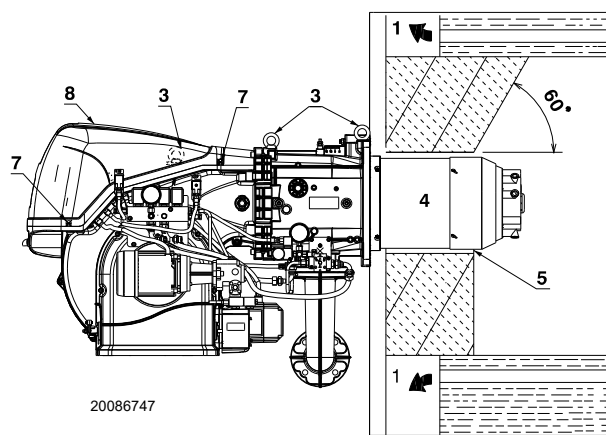

Fig. 15
Para calderas con paso de humos delantero 1)(Fig. 15) o con cámara de inversión de llama, colocar una protección de material refractario 5) entre el refractario de la caldera 2) y el tubo llama 4). El material refractario puede tener forma cónica (mínimo 60°).
En calderas con frontal refrigerado por agua, no es necesario el revestimiento refractario 2)-5)(Fig. 15), salvo que lo indique expresamente el fabricante de la caldera.
Preparar un sistema de elevación adecuado enganchándose con los anillos 3)(Fig. 15), después de haber quitado los tornillos 7) de fijación de la tapa 8).
- Introducir la protección térmica suministrada en el tubo llama 4)(Fig. 15).